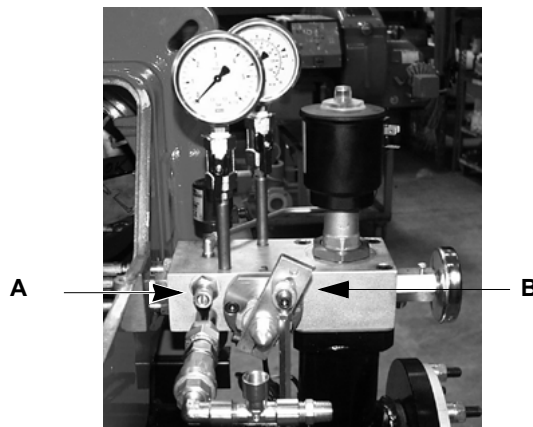

Рис. 26
- Снять и почистить регулятор сжатого воздуха, А на Рис. 26
- Снять и почистить регулятор топлива В на Рис. 26